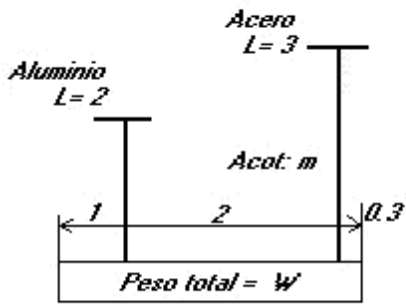

Figura 3
3.-Un bloque prismático de concreto de peso total W ha de ser suspendido mediante dos varillas, cuyos extremos están al mismo nivel como se muestra en la figura 3. Determinar la relación entre las secciones de las varillas de manera que el bloque no se desnivele.